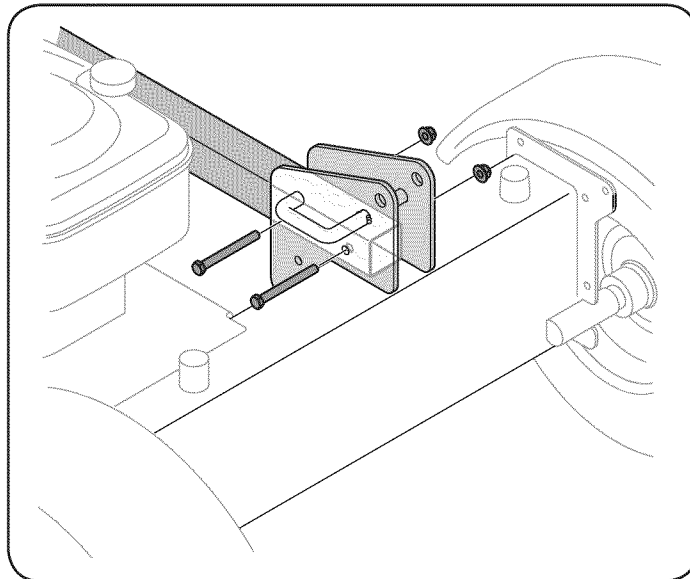

Figura 2
1. Con la máquina rompetroncos fija en posición vertical, retire los dos pernos hexagonales y las tuercas hexagonales del soporte del tanque. Vea la Figura 2.
2. Alinee los orificios de la lengüeta con los del soporte del tanque y fíjelos con los herrajes que acaba de extraer. Vea la Figura 2.